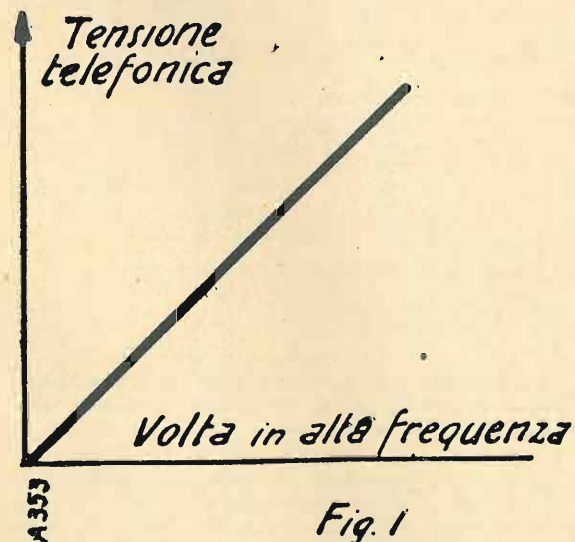

Fig. 1
b) Il rivelatore dev'essere *fedele*. E' necessario che un aumento nell'ampiezza delle oscillazioni di alta frequenza determini sempre un aumento anche nella tensione telefonica. In altre parole, se si nota la caratteristica che danno, per una profondità di modulazione fissa, le tensioni telefoniche in rapporto alle tensioni alta frequenza, si deve ottenere una linea retta (fig. 1).